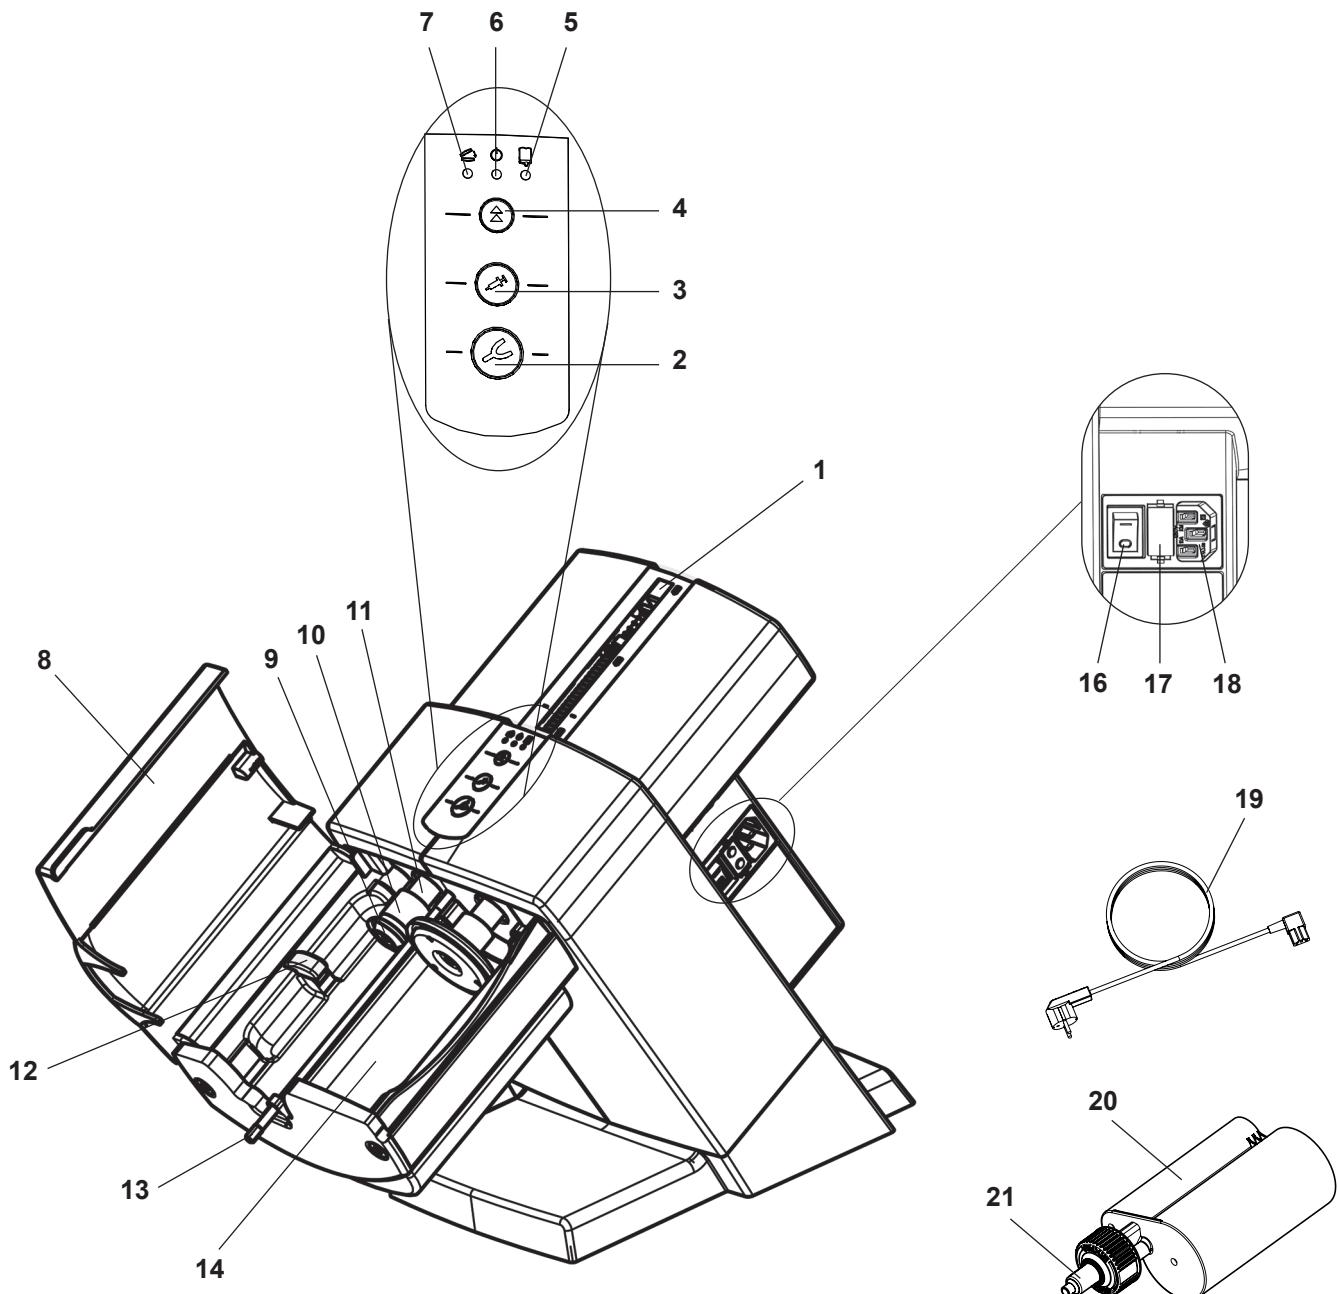

図 1
⇒ 同梱の電源ケーブル(19、図1)を電源プラグ(18)に差し込みます。
⇒ 本体カバー(8、図1)を閉じて下さい。
◆ プッシュプレート(9、図1)は、出口位置に戻るまで走行し、そこで停止します。
カートリッジの交換のような挿入は、二つのプッシュプレート(9、図1)が出口位置にある場合にのみ実行することができます。
⇒本体力バー(8、図1)を閉じます。
⇒本体力バー(8、図1)を開きます。
⇒機器類フラップは、カートリッジが正しく設置された場合のみ閉まります。機器類フラップがきちんと閉まっていない間、赤LED「機器類フラップが開いている」(7、図1)が点灯します。
- ◆ 混合六角ネジ(13、図1)は回転し始め、自動で混合ノズル(21、図1)を通り、再度停止します。